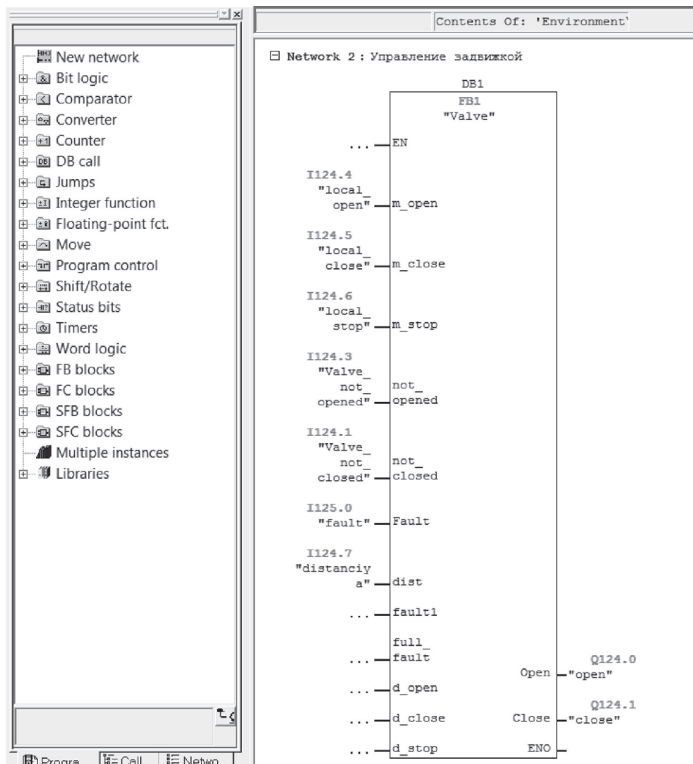

Рис. 2.24. Подключение входов и выходов к функциональному блоку FB1
13. Подключаем нужные нам выходы и входы (рис. 2.24).